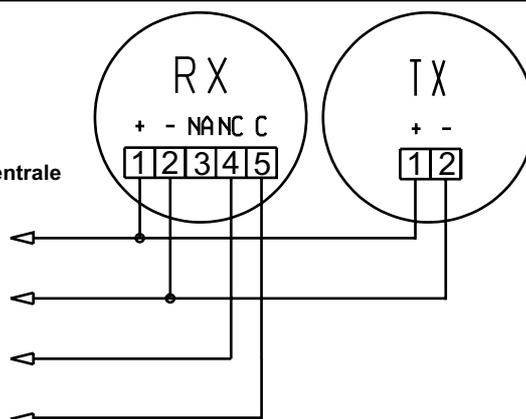

Fig. 17
- Die Anschlüsse durchführen und dabei die Kabel so kurz wie möglich halten (Fig. 17).
- Make the electrical connections to photocell bodies, keeping the wires as short as possible (Fig. 17).
- Efectuar los conexiones al cuerpo de la fotocélula manteniendo los hilos los más cortos posible (Fig. 17).
- Conecter la cellule photoélectrique de façon à ce que les fils soient les plus courts possibles (Fig. 17).